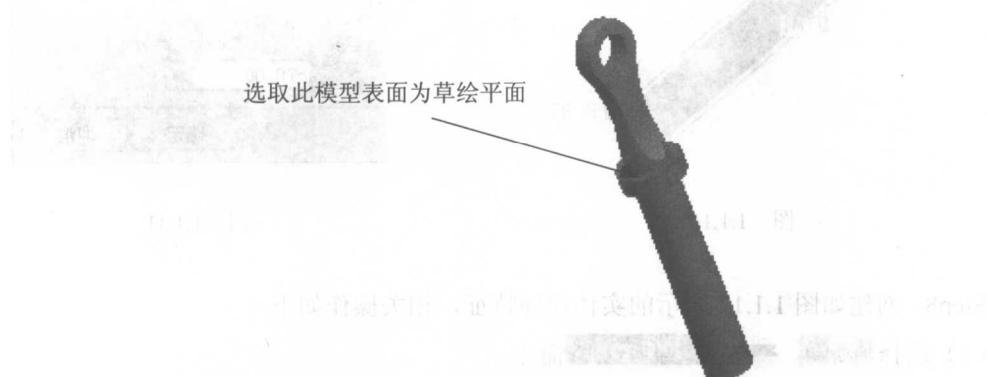
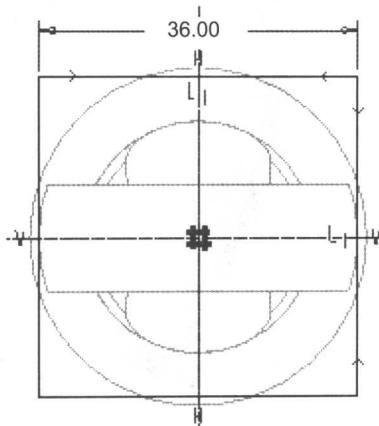

图 1.1.14
图 1.1.15
(6) 预览特征：在操控板中，单击预览图标 ，可浏览所创建的拉伸特征。
(7) 完成特征：在操控板中，单击完成图标 ，则完成特征的创建。
Step9. 添加如图 1.1.14 所示的零件特征——切削特征，相关操作如下。
(1) 直接单击拉伸命令图标 ，在出现的操控板中确认“实体”类型图标 被按下，并单击去除材料图标 .
(2) 定义草绘截面放置属性：单击操控板中的“草绘”图标 ，进入草绘截面放置属性定义窗口，选取如图 1.1.14 所示的表面为草绘平面；参考平面为 TOP 基准面，草绘平面的参考方位是“顶”。
(3) 单击草绘截面放置属性定义窗口中的 **草绘** 按钮。
(4) 进入截面草绘环境后，选取图中的顶点及边线为参照，绘制如图 1.1.15 所示的特征截面。